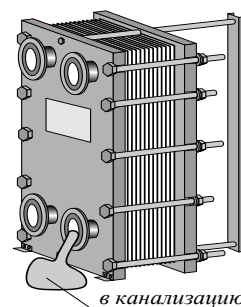

Рис. 15 Опорожнение теплообменника
8.3.2 При длительном отключении дополнительно опорожняется теплообменник (рис.15).